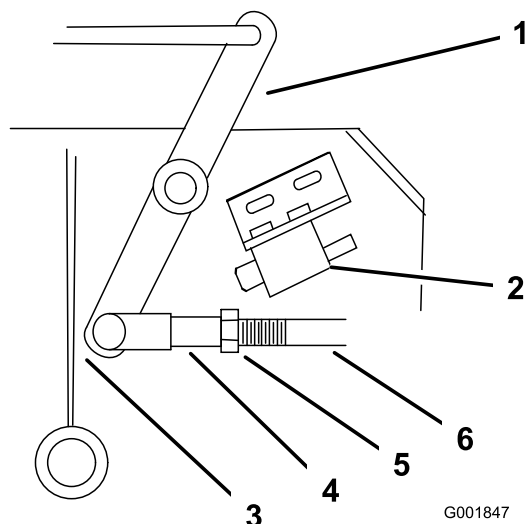

Figure 47
4. Ajustez la longueur de la timonerie de sorte que l'extrémité la plus basse du levier coudé passe juste le renfort de support de l'essieu (Figure 47).
9. Desserrez l'écrou contre la chape (Figure 47).